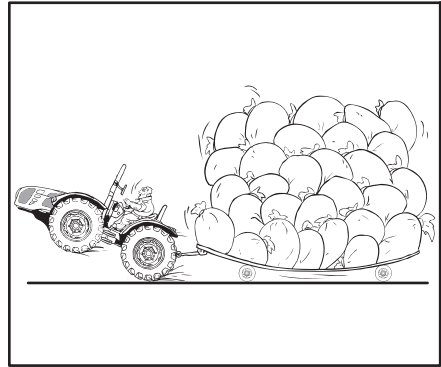

Abb. 2.15
- Den Traktor NICHT zu stark belasten oder ballasten. Niemals Ballast hinzufügen, um eine Überlastung auszugleichen. Die Last reduzieren (Abb. 2.15).